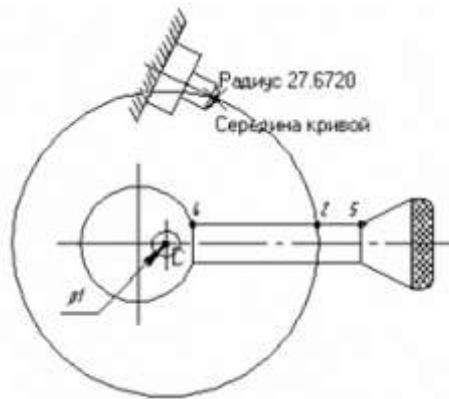

Рисунок 43. Поворот объектов
– Укажите курсором на отрезок упора, как это показано на рис. 43.